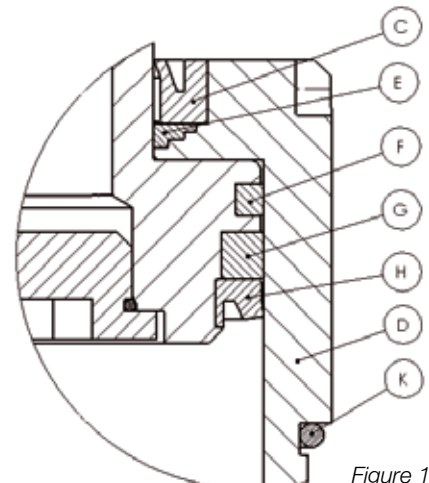

Figure 1
- 6.10 Insérer précautionneusement avec un marteau en caoutchouc la bague de guidage (rep. E) et le segment racleur (rep. C), dans le corps du ressort (observer la position correcte, voir figure 1).
- 6.13 Poser le joint d'étanchéité (rep. H) (observer la position correcte, voir figure 1).